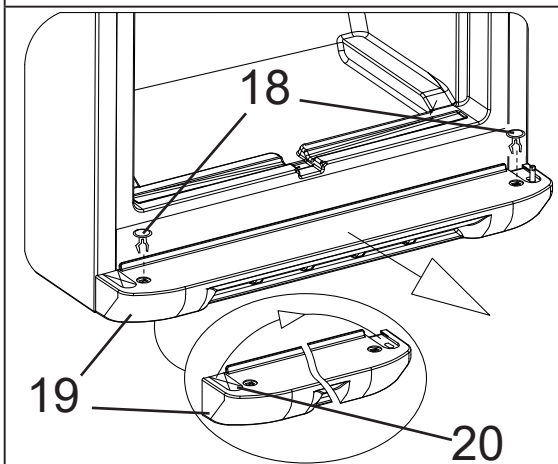

Рисунок 7
9. Маленькой отверткой подцепите, и снимите защелки 18, и движением на себя (см. рисунок 7) снимите нижнюю накладку 19.
10. На нижней накладке 19 переставьте заглушку 20 на противоположную сторону (см. рисунок 7).
11. Снимите ось 21, выкрутив на ней торцовым ключом на 10 гайку (см. рисунок 8). Переставьте местами нижние кронштейны 22 и 23, выкрутив торцовым ключом на 8 болты 24 (см. рисунок 7). На нижний кронштейн 22 установите ось 21 на противоположную сторону (см. рисунок 7).